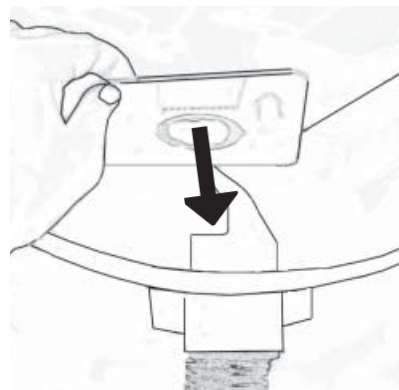

Fig. 24
1. Coloque o cartão do saco do pó com um orifício no suporte do saco, Fig. 24.